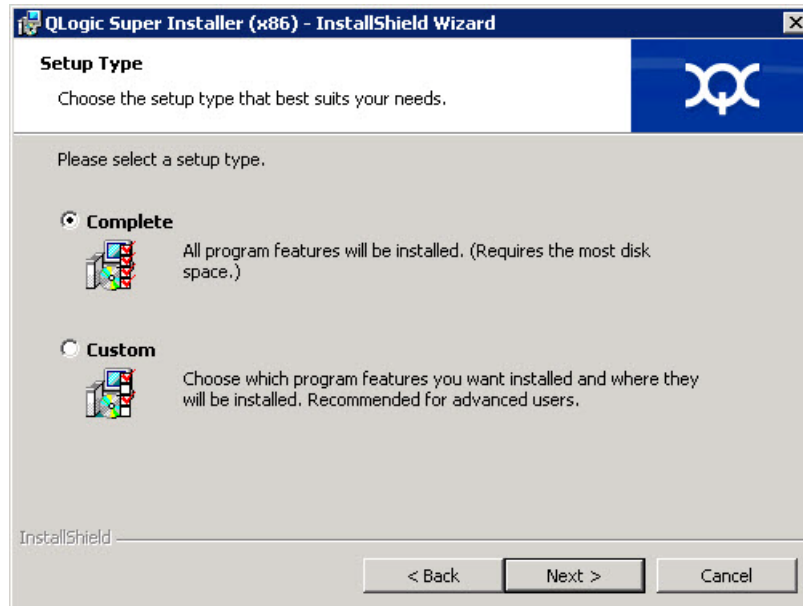

Abbildung 3-4. InstallShield Wizard: Fenster „Setup Type“ (Setup-Typ)
5. Schließen Sie das Fenster „Setup Type“ (Setup-Typ) (Abbildung 3-4) wie folgt ab: